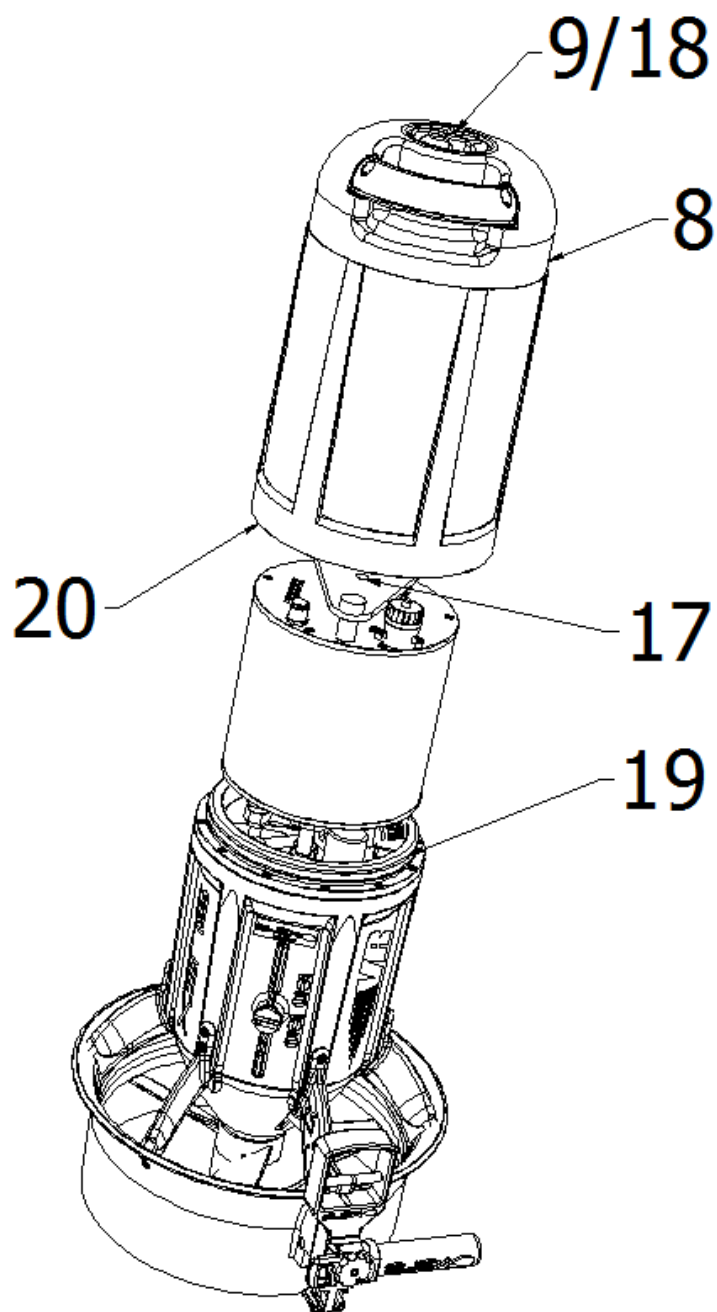

Fig.5
Sempre con lo SCOOTER in posizione verticale controllare attentamente che la guarnizione OR di chiusura (19 - fig.5), sia inserita nella propria sede, pulita ed adeguatamente lubrificata con olio di vaselina. Verificare la pulizia anche della sede del corpo (20), eventualmente passare un panno in microfibra pulito per eliminare tracce di polvere o sabbia. Inserire la calotta di prua (8) facendo combaciare la vite (18) con il foro (17). Ruotare in senso orario il volantino (9) fino a chiusura completa evitando di stringere troppo, usando la sola forza delle dita.